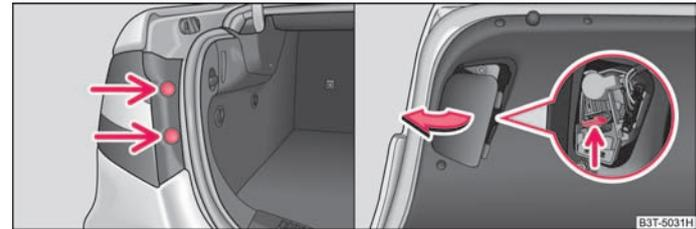

Abb. 219 Ausbau des äußeren Teils der Heckleuchteneinheit / Ausbau des inneren Teils der Heckleuchteneinheit
- Nehmen Sie die Stopfen ⇒ Abb. 219 - links heraus und schrauben Sie mit einem Torx-Schlüssel die Heckleuchteneinheit ab¹⁾.
- Schrauben Sie die Heckleuchteneinheit fest und drücken sie die Stopfen ein ⇒ Abb. 219 - links.
- Nehmen Sie die Abdeckung der Heckleuchteneinheit an der Innenseite der Gepäckraumklappe ab ⇒ Abb. 219 - rechts.
- Drücken Sie die Federfalle → Abb. 219 - rechts und nehmen Sie den Lampenhalter aus dem Gehäuse der Heckleuchteneinheit heraus.